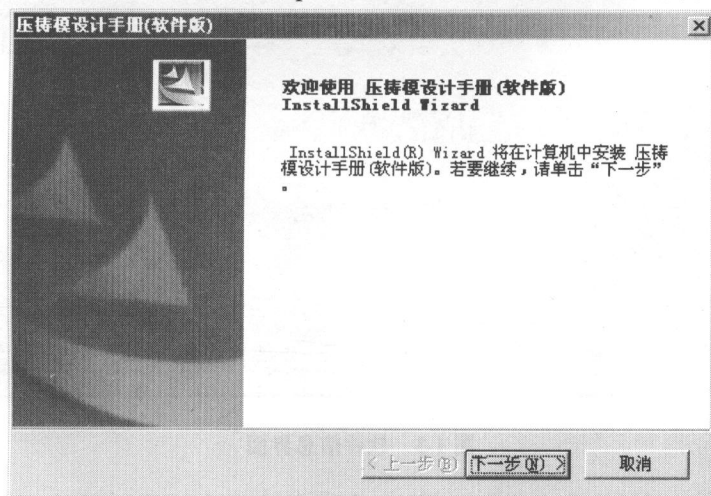

图 1-1 安装向导
- （2）双击安装盘中的安装程序 Setup.exe，用户首先看到的是欢迎界面，如图 1-1 所示。